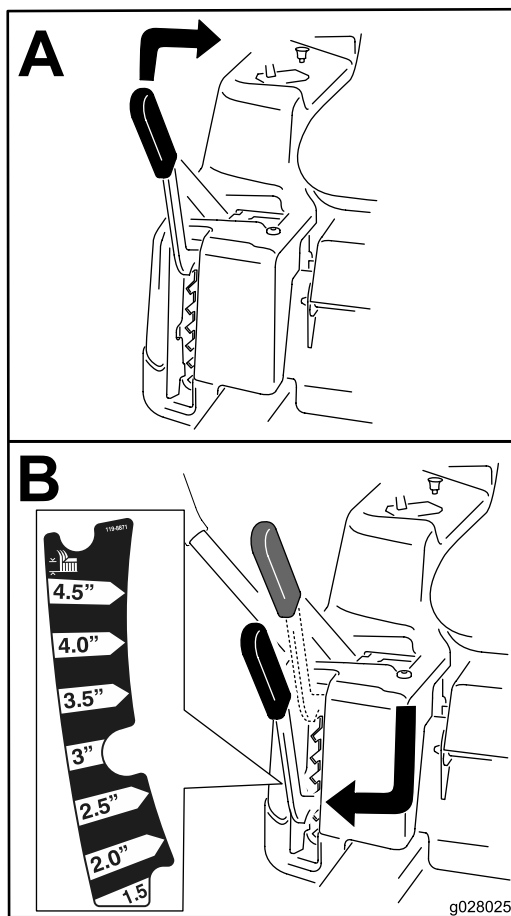

Figura 29
**Nota:** La posición de transporte es la posición de altura de corte más alta, 115 mm (4½"), según se muestra en Figura 29.
La altura de corte es controlada por la palanca situada a la derecha del puesto del operador (Figura 29).